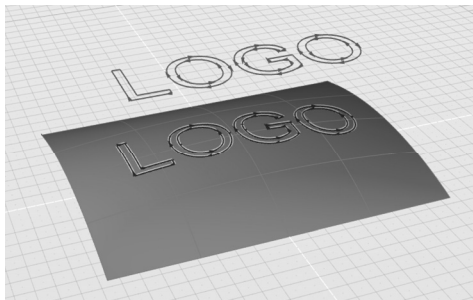

图 3-103 投影曲线效果
2) 使用建模工具栏中的“曲线投影”工具，当提示“拾取曲线”时，点选视图中的文字“LOGO”，按〈Enter〉键确认；当提示“拾取曲面”时，点选视图中的曲面，按〈Enter〉键确认。此时“LOGO”字样投影到了曲面上，如图 3-103 所示。